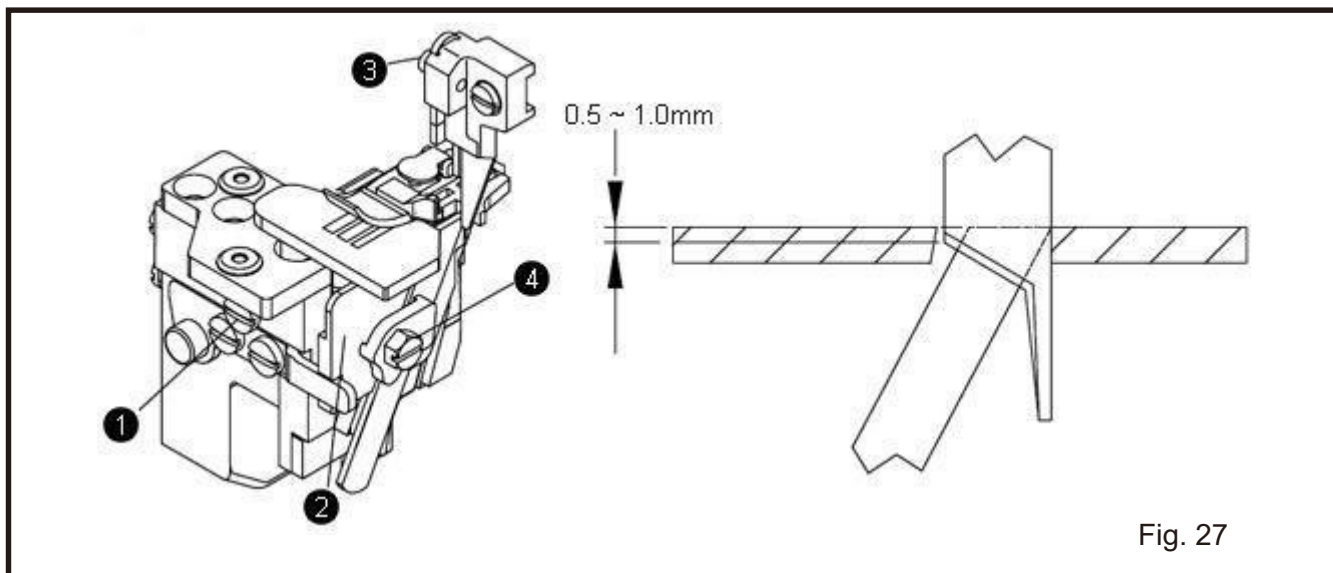

Fig. 27
- (1) Solte o parafuso ① e mova o suporte da faca inferior ② para a esquerda. Depois, aperte o parafuso um pouco.
- (2) Solte o parafuso ④. Retire a faca e coloque uma nova.
- (3) Regule a borda da faca inferior para que ela fique alinhada com a superfície da placa da agulha. Depois, aperte o parafuso ④.
- (4) Solte o parafuso ① para retornar o suporte da faca inferior à sua posição original e teste se as facas superior e inferior podem cortar a linha de forma exata. Depois, aperte o parafuso ①. (Fig. 27)